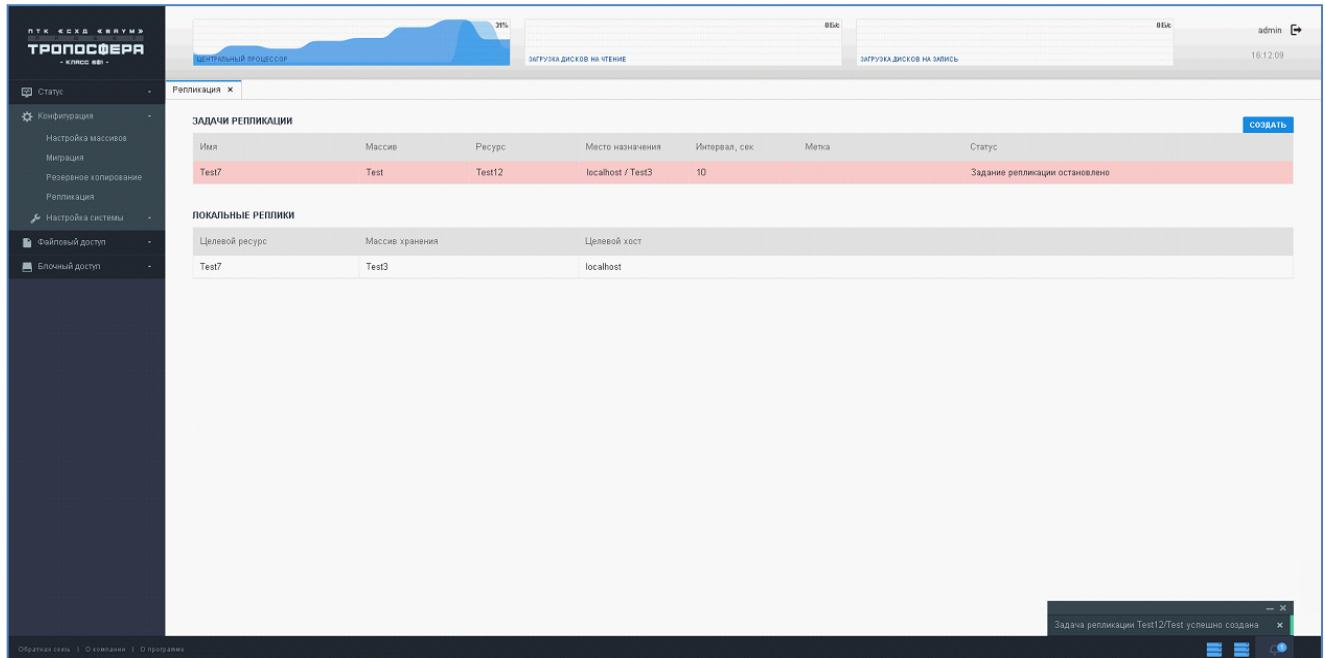

Рисунок 40 – Созданная задача репликации
- 3) В результате появится модальное окно (Рисунок 40), в котором необходимо выбрать данные:
Статус созданной задачи - «ЗАДАНИЕ РЕПЛИКАЦИИ ОСТАНОВЛЕНО» (Рисунок 40). Для ее запуска на исполнение необходимо в выпадающем меню выбрать пункт «Включить», после чего статус изменится и начнется процесс синхронизации ресурса и реплики.